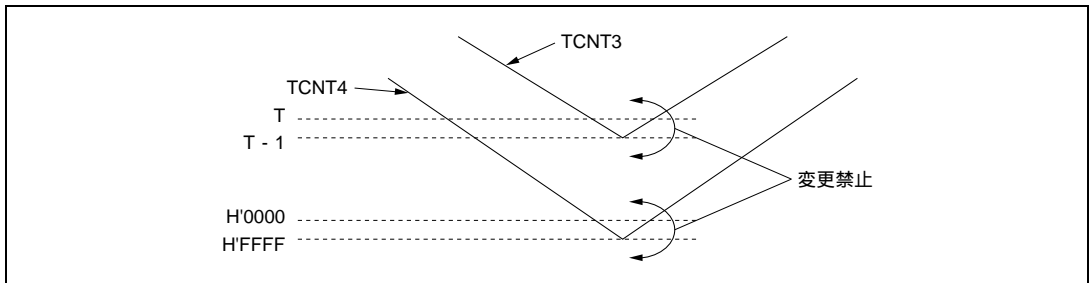

図 10.41 バッファ動作による GR の設定変更時の注意 (2)
バッファ動作による GR の設定変更時の注意 (2) を図 10.41 に示します。